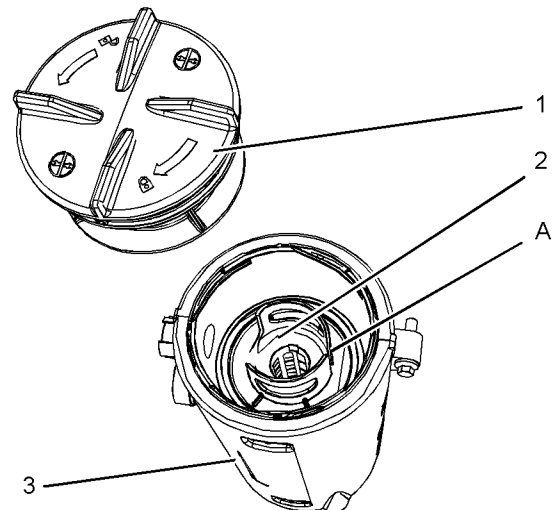

Ilustración 233
4. Quite el sello anterior (4) e instale un sello nuevo.
5. Instale un nuevo elemento de filtro en el cuerpo del respiradero (3) y oriéntelo de manera que la posición (A) quede alineada. Consulte la ilustración 233. Alinee la posición (A) en el elemento de filtro con la posición (B) en la tapa.